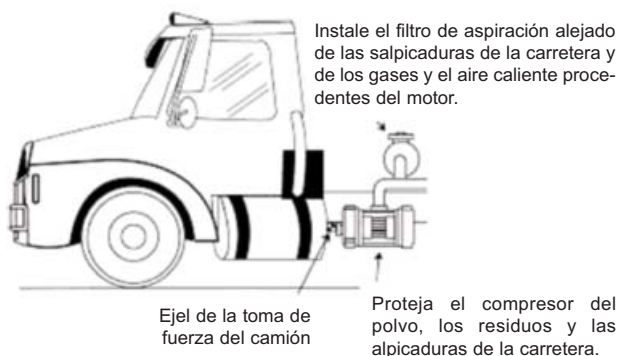

Figura 4
4. Monte el compresor en una posición en la que se encuentre protegido del polvo, las proyecciones de residuos o las salpicaduras de la carretera. El lugar de montaje deberá permitir que se realicen periódicamente las inspecciones, la limpieza y el mantenimiento. Se recomienda colocar el filtro de aspiración de forma que absorba aire limpio y fresco y que se encuentre alejado del calor y los gases del motor ; ver la figura 4.